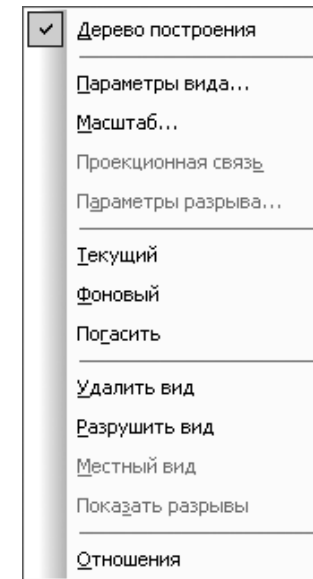

Рис. 4.131. Контекстное меню пункта вида в Дереве построения – Спереди 1
- щелкните в **Дереве построения** правой кнопкой мыши по виду **Спереди 1**. Появится контекстное меню (рис. 4.131);
- щелкните правой кнопкой мыши в **Дереве построения** по виду, в котором предстоит создать местный разрез – **Проекционный вид 2**. Появится контекстное меню (см. рис. 4.131);